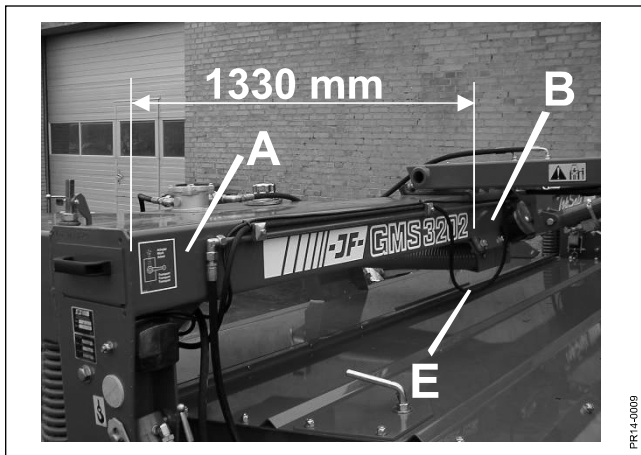

Fig. 4-2
- Fig. 4-2 Collectoren monteres på hjulrammen **A** på standardmaskinen, ved at bærekonsollerne **B** spændes rundt om tværrøret. Bærekonsollerne skal placeres **1330 mm** fra venstre kant på hjulrammen, som vist på figuren.
- Fig. 4-2 Husk at der skal være en "sløjfe" **E** på slangen, for at kunne optage bevægelser af Collector stedet.